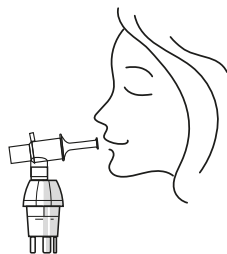

Рисунок 9
- Возьмите насадку в рот и вдыхайте аэрозоль через рот (рисунок 9). Дыхание должно быть ровным. Во время ингаляции рекомендуется держать емкость вертикально. Допускается небольшой наклон.